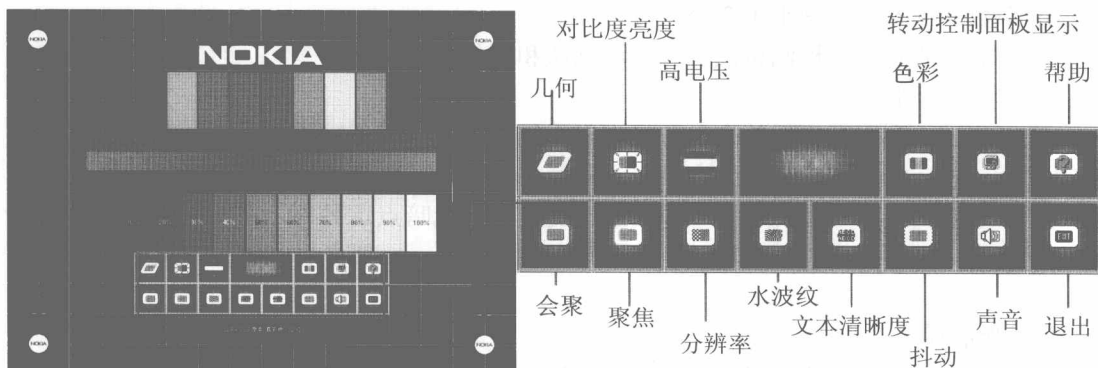

图 12-11 测试画面
步骤① 打开液晶显示器后进行至少半小时左右的热机，使显示器工作状态达到稳定，然后运行 Nokia Monitor Test 测试软件，打开测试界面，如图 12-11 所示。